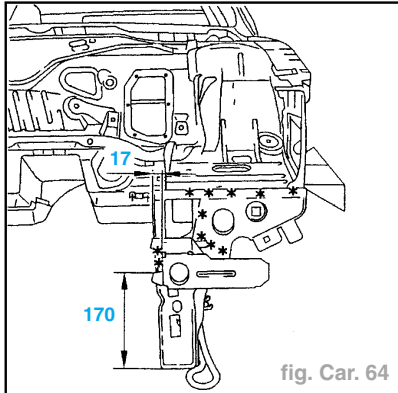

fig. Car. 64
- Dégraffer les points à l'aide d'une fraise de  $\varnothing = 8 \text{ mm}$  (fig. Car. 64).
- le support absorbeur avant (voir fig. Car. 64).
- Souder par points électriques (voir fig. Car. 64, 65 et 66).
- Souder par points "bouchon" MAG (voir fig. Car. 64, 65 et 66).